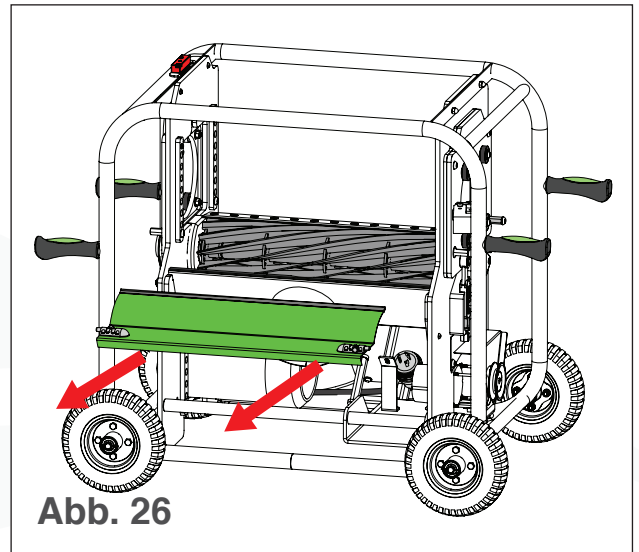

Abb. 26
3. Ziehen Sie die obere Saugerabdeckung gerade heraus (siehe Abb. 26).